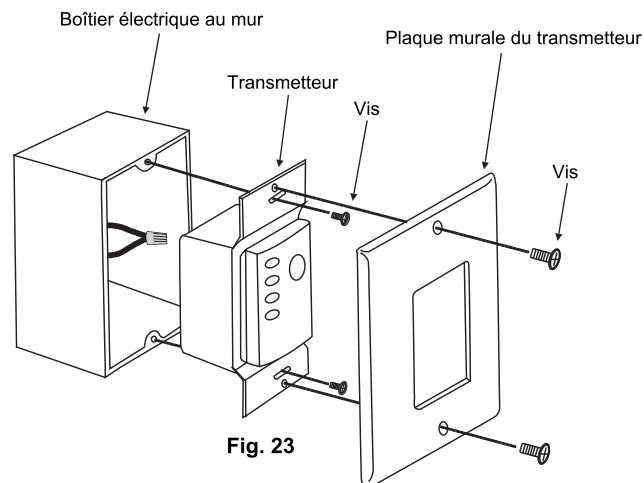

Fig. 23
Étape 2. Utiliser les vis fournies pour installer le transmetteur dans le boîtier électrique mural (**Fig. 23**).
Étape 3. Utiliser les vis fournies pour installer la plaque du transmetteur mural (**Fig. 23**).